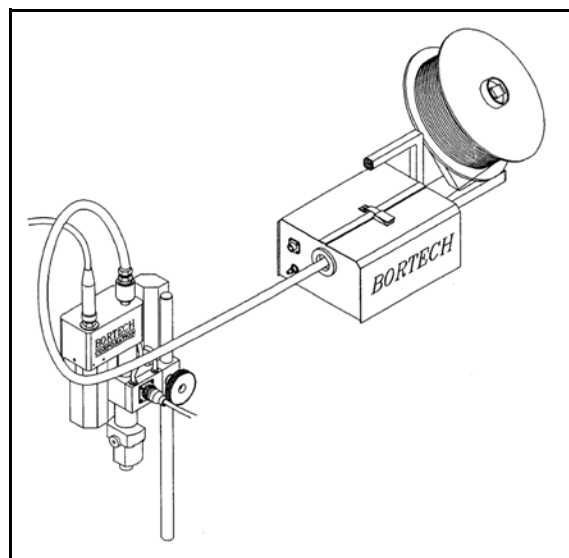

FIGURA 4-2. FORMA DEL CONDUCTO PARA ALAMBRE PEQUEÑO CUANDO SE USAN CONDUCTOS MÁS LARGOS
- De forma alterna, coloque el conducto tal y como se muestra en la Figura 4-2. Este método funciona especialmente bien con conductos largos.
- Si el alambre tiene poca curvatura y se sigue girando en esta configuración, intente ajustar la curvatura. Las extensiones del soplete largas tienden a cancelar cualquier beneficio que pueda tener esta forma de conducto (véase la Figura 4-2)